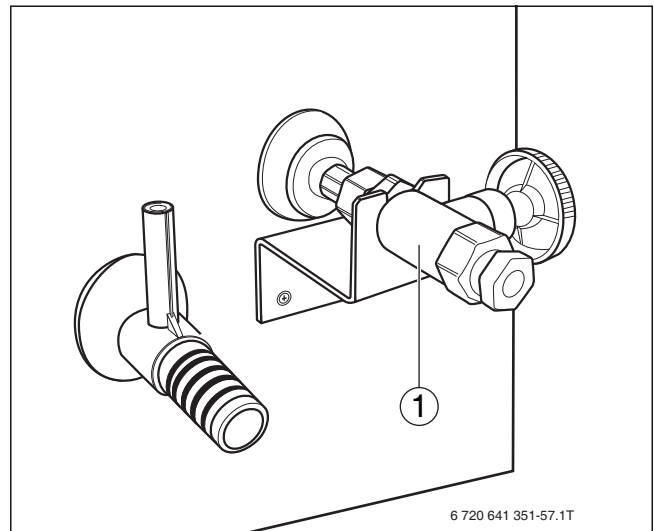

Bild 37 Öl-Absperrventil
► Ölschlauch mit der Dichtung am Öl-Absperrventil (→ Bild 37 [1]) montieren.